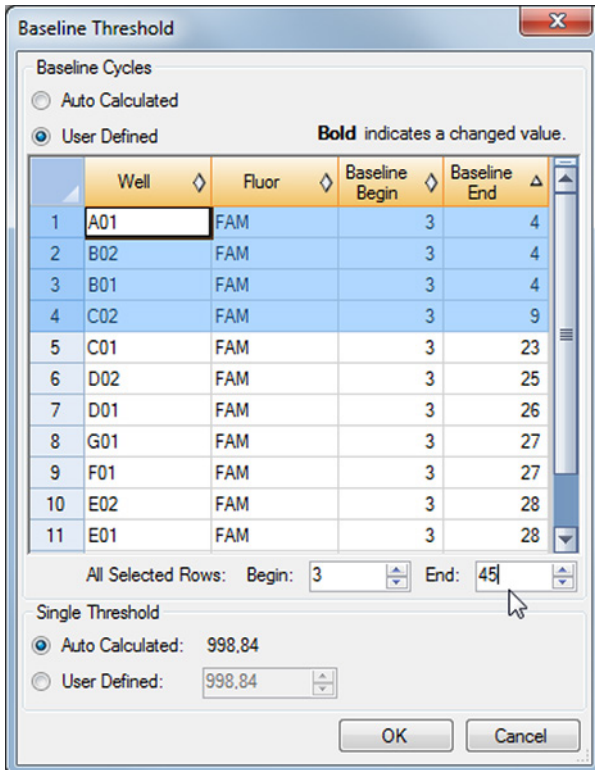

Abb. 5: Dialogfenster Baseline Threshold (Baseline-Schwellenwert)
3. Klicken Sie in der Menüleiste des Fensters Data Analysis (Datenanalyse) auf **Settings** → **Baseline Threshold...** (Einstellungen → Baseline-Schwellenwert...), um das Dialogfenster Baseline Threshold (Baseline-Schwellenwert) zu öffnen (siehe Abbildung 5).
5. Wählen Sie alle Zeilen mit einem **Baseline End** (Baseline-Ende) Wert zwischen 1 und 9 aus (siehe Abbildung 5).
6. Setzen Sie den Wert im Feld **End:** (Ende:) für die ausgewählten Zeilen auf 45 (siehe Abbildung 5).
9. Wiederholen Sie die Schritte 3–7 für die Detektionskanäle VIC™ (IC) und Cy5 (Norovirus-GI-Ziel).